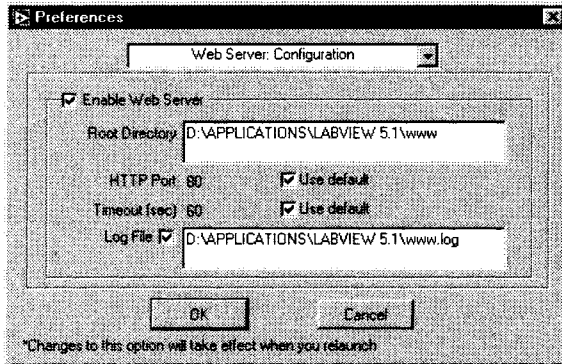

Рис. 14.4
2. Перейдите к опции **Инструменты** ⇒ **Опции** ⇒ **Web-сервер: Настройка** (Web Server: Configuration), как показано на рис. 14.4.